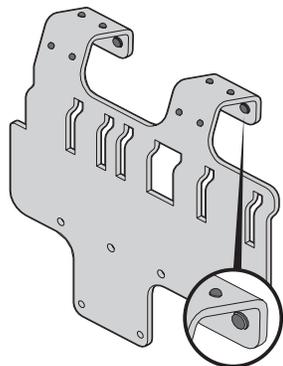

Figura 3
- Coloque las 12 almohadillas de caucho (735-05938) en el soporte adaptador (789-02278) utilizando los orificios de montaje que se muestran en la Figura 3.